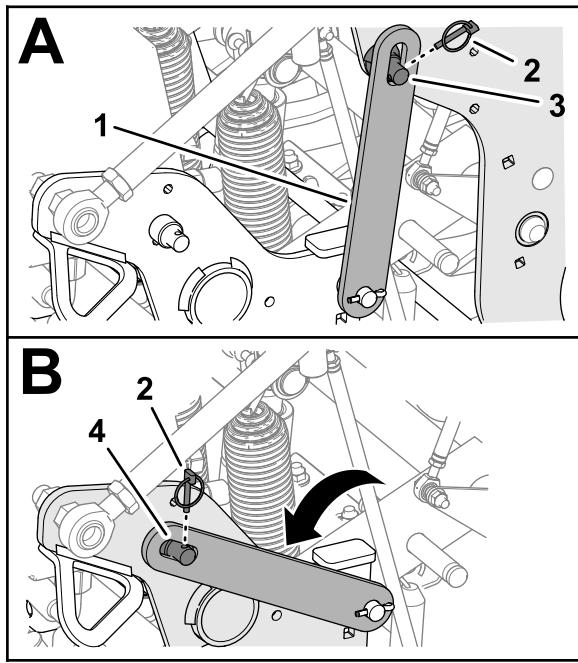

Figura 112
3. Retire el pasador de seguridad que fija el cierre de mantenimiento al pasador de soporte del cabezal de perforación (Figura 112).